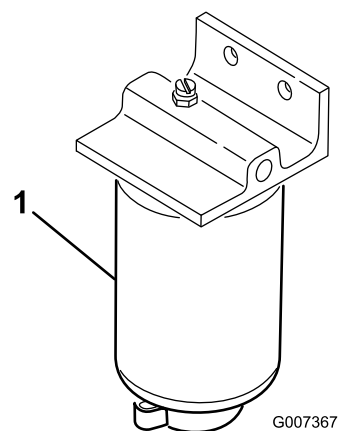

Figura 40
2. Pulite la superficie circostante la scatola del filtro (Figura 40).
4. Aprite il tappo di spurgo del filtro e la valvola di sfianto (Figura 40).